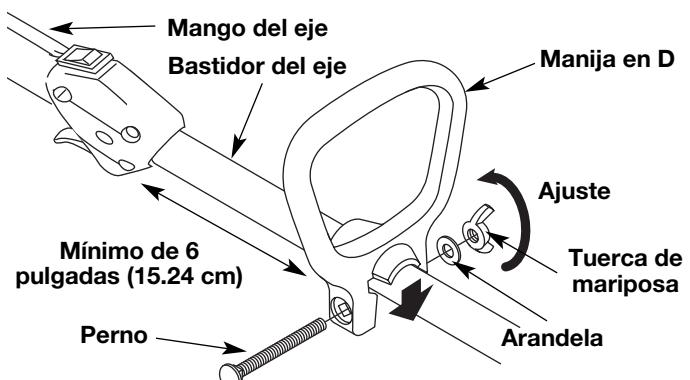

Fig. 4
- Empuje la manija en D hacia abajo sobre el bastidor del eje (Fig. 4). El orificio del perno cuadrado de la manija queda hacia la derecha.